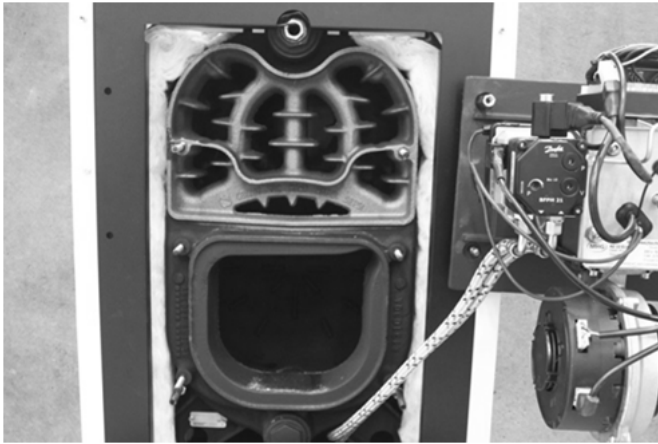

Abb. 65: Geöffneter Kessel (Der abgebildete Brenner entspricht evtl. nicht dem gelieferten.)
- ➔ Montieren Sie die untere Kesseltür mit Brenner gem. Abb. 65 in die Service-Position.
- ➔ Fixieren Sie die untere Kesseltür durch eine Mutter ① an der Servicehalterung.
- ➔ Lösen Sie die Muttern ② der oberen Kesseltür.
- ➔ Entfernen Sie die obere Kesseltür ③.